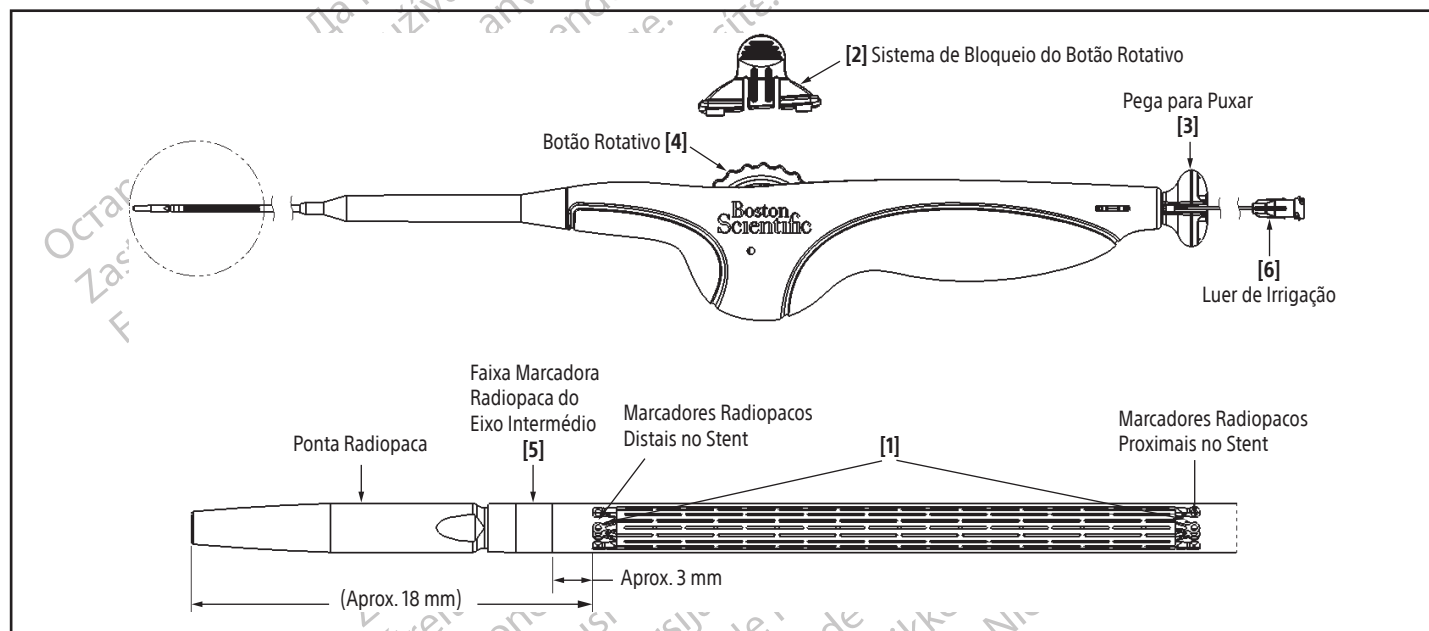

Figura 4. Sistema Introdutor de Stent
- Ligue uma seringa de 10 ml (10 cc) cheia com solução salina ao Luer de irrigação [6] na pega. Aplique pressão positiva. Continue a irrigar até que a solução salina apareça na extremidade distal do lúmen do fio-guia. Retire o Luer de irrigação [6] (puxando a seringa ou puxando o Luer de irrigação [6]) (Consulte a Figura 4).